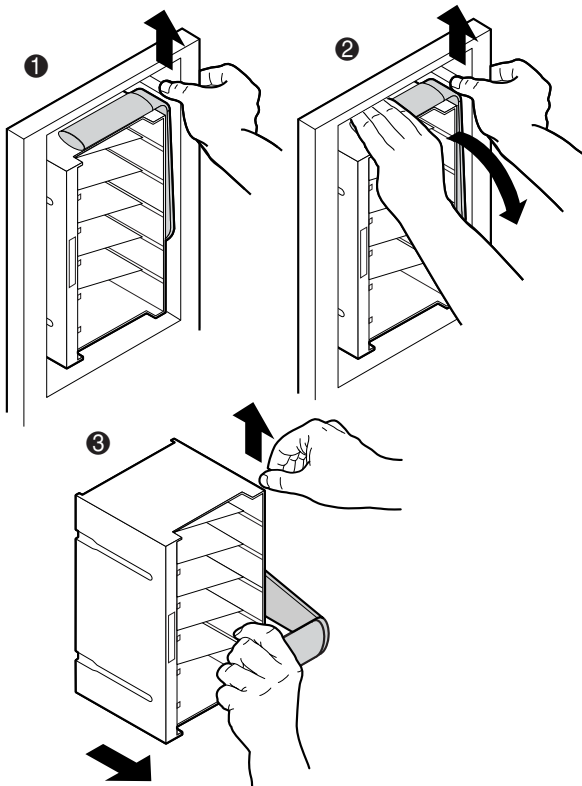

Figure 2-17 : Retrait d'un casier de chargement (magasin à 6 cartouches)
1. Dégagez la poignée du casier (❶ figure 2-17).
2. Tout en tenant la poignée de déverrouillage, tirez la poignée du casier de chargement vers le bas (❷ figure 2-17).
3. Tout en tenant la poignée de déverrouillage, retirez le casier de chargement (❸ figure 2-17).